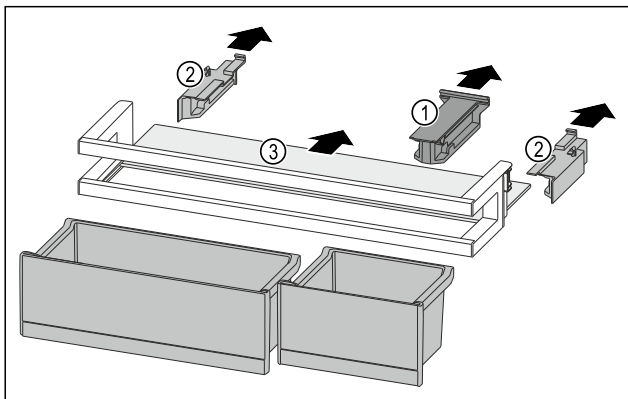

Fig. 92
- Halteteil Fig. 92 (1) abziehen.
- Seitenteile Fig. 92 (2) abziehen.
- Abstellfläche Fig. 92 (3) entnehmen.